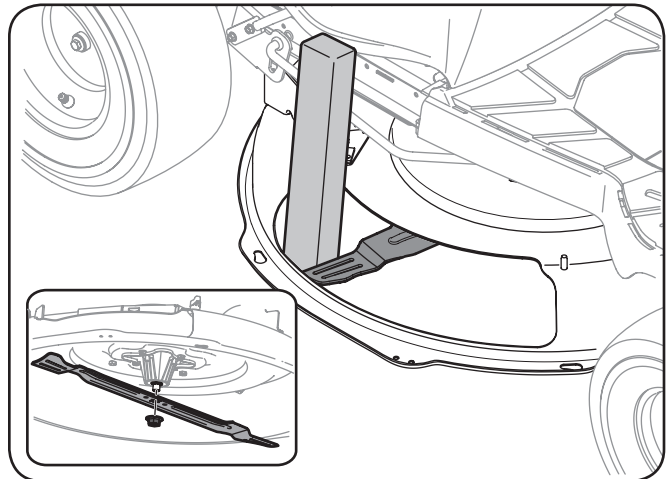

Figure 7-7
2. Placez un bloc de bois dans l'ouverture et faites pivoter la lame jusqu'à ce que le morceau de bois soit coincé entre l'ouverture du plateau et la lame. Voir Figure 7-7.
3. Retirez l'écrou à bride qui fixe la lame à la fusée assemblée. Voir Figure 7-7.